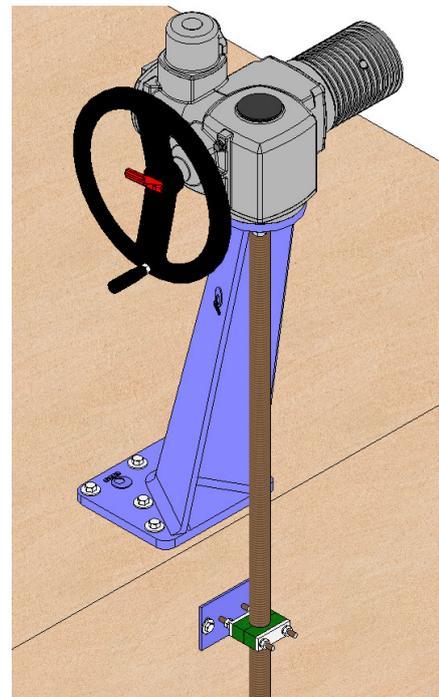

fig. 23
- Posibilidad de columna inclinada (fig. 23).